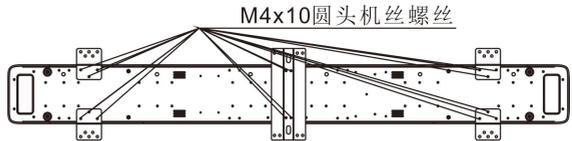

图5
6. 取 M4\*10 圆头机丝螺丝把外挂支架、横梁固定支架锁在灯具底座对应的位置上, 如图 5、6;